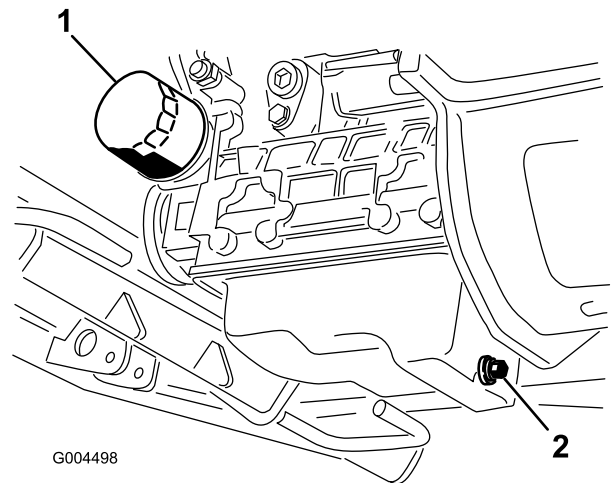

Figura 45
3. Coloque un recipiente debajo del capó, alineado con el tapón de vaciado (Figura 45).
6. Retire el filtro de aceite e instale uno nuevo (Figura 45).